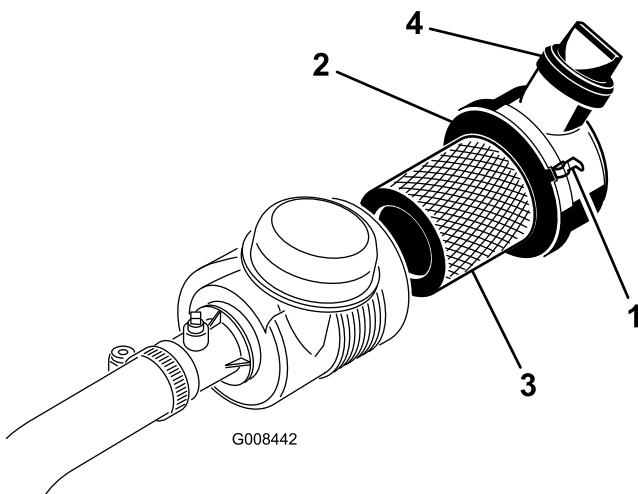

Figura 30
- Rilasciate i dispositivi di fermo che fissano il coperchio del filtro dell'aria al corpo del filtro (Figura 30).
7. Accertate che i fermi fissino il coperchio del corpo (Figura 30).